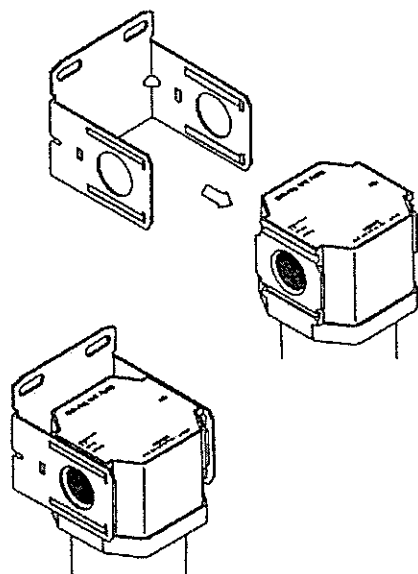

図3
- 1) オプション添付のC形ブラケット“B”を使用する場合は、製品に配管をねじ込む前に製品とC形ブラケットの取り付けを行ってください。取り付け方は、図3に示すように製品の凹みぞとC形ブラケットの凸みぞを合わせてC形ブラケットを押し込みます。（図3 参照）